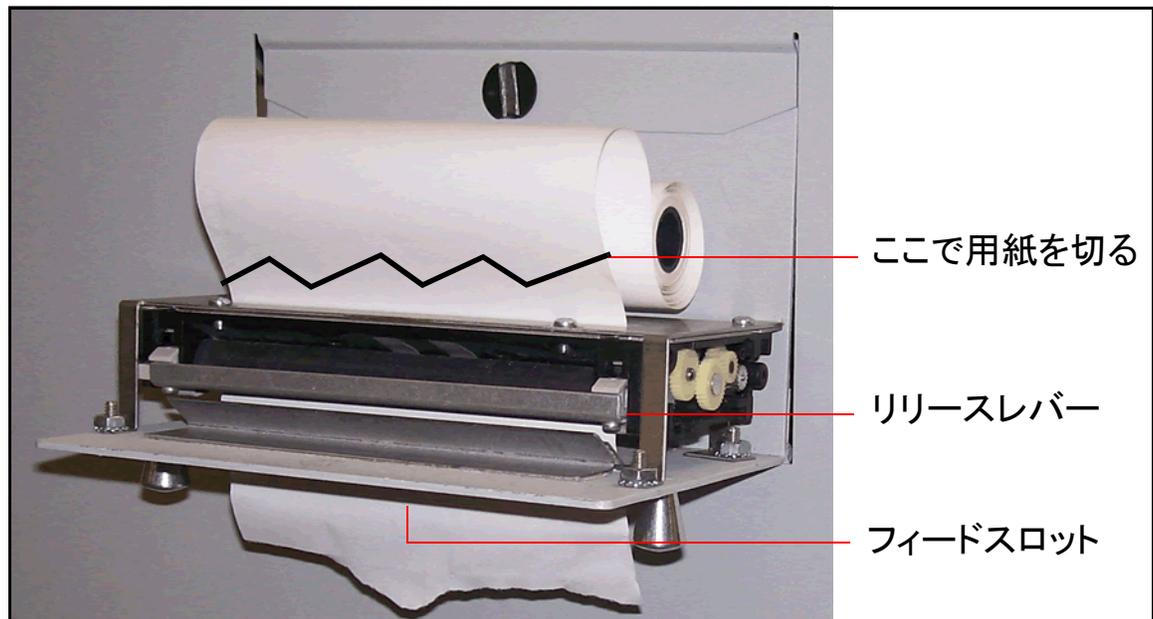

図 7-2 : 用紙を取り出す
- b. 図 7-2 に記されているように、用紙を破るか切ってから、古いロールをプリンターから取り出してください。
4. 新しいペーパーロールを金属シャフトに置いてロールをプリンターに取り付け、用紙がロールの上部から供給されるようにしてください（図 7-2 参照）。用紙は自動的にプリンターに供給されます。